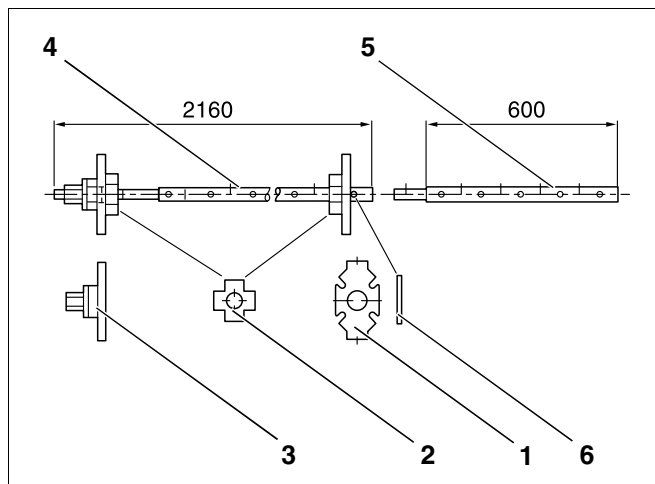
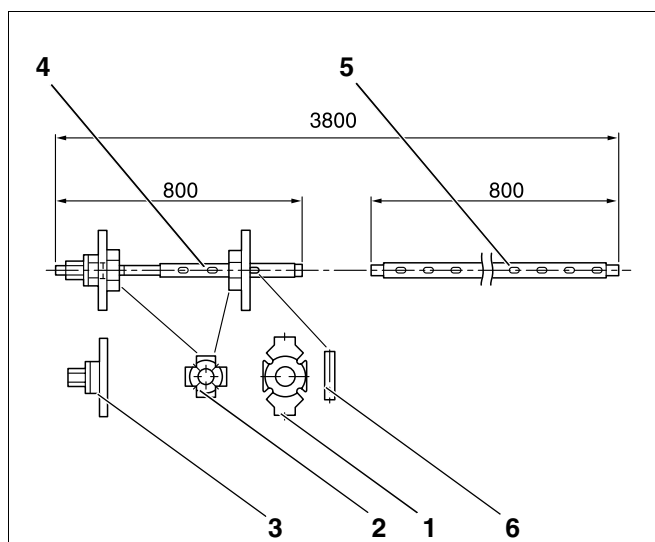

Рис. 4 Стяжной инструмент котла, размер 2.2 (размеры в мм)
Рис. 5 Стяжной инструмент котла, размер 2.3 (размеры в мм)
- стяжной инструмент котла 2.2 (рис. 4, стр. 14) или 2.3 (рис. 5, стр. 14)